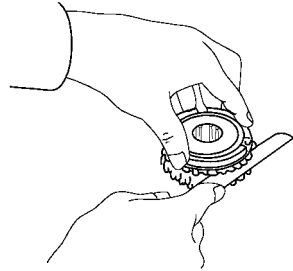

图 10-23 测量同步环和齿轮花键端部之间的间隙
2) 测量同步环背部和齿轮花键端部之间的间隙，如图 10-23 所示。